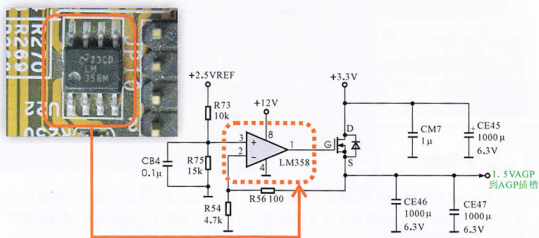

图 17-9 顶星 TM-K8V1 主板 AGP 插槽 1.5V 供电电路原理图
采用直接观察法未发向 AGP 插槽有异常，因此重点检查其供电电路中的主要元件。如图 17-9 所示为该主板中 AGP 插槽 1.5V 供电电路原理图。
由图17-9可见,应重点检查运算放大器LM358、场效应晶体管Q23等元件。这是一个具有负反馈环路的稳压电路,3.3V电源经场效应晶体管后输出1.5V电压,场效应管的导通和截止受LM358控制,场效应晶体管导通周期上,则输出电压会升高,截止周期上则降低。将输出电压经R56反馈到LM358电压比较器的②脚与③脚的1.5V基准电压进行比较,如输出电压高于1.5V,则LM358①脚输出低电平,场效应晶体管截止;如输出电压高于1.5V,则LM358①脚输出高电平,场效应晶体管导通。通过这个自动控制环路,使输出电压稳定在1.5V。